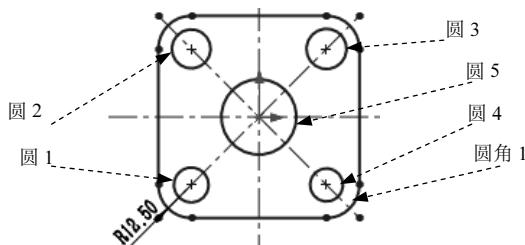
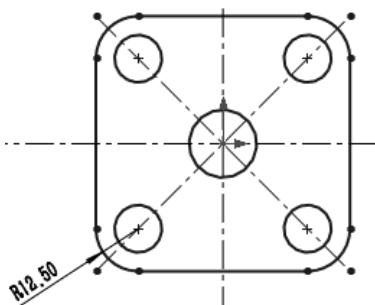

图 4.5 绘制的圆
图 4.6 添加几何约束
(4) 绘制圆。选择下拉菜单 **工具(T)** → **草图绘制实体(S)** → **圆(C)** 命令，在图形区中绘制图 4.5 所示的圆。
Step 4 添加几何约束。按住 Ctrl 键，选择图 4.5 所示的圆 4 与圆角 1。系统弹出“属性”对话框，在**添加几何关系**区域单击 **同心(U)** 按钮。同理，添加其他几个圆与圆角的同心约束。按住 Ctrl 键，选择圆 1、圆 2、圆 3、圆 4，系统弹出“属性”对话框，在**添加几何关系**区域单击 **相等(E)** 按钮。按住 Ctrl 键，选择圆 5 与原点，系统弹出“属性”对话框，在**添加几何关系**区域单击 **重合(D)** 按钮。约束后的图形如图 4.6 所示。